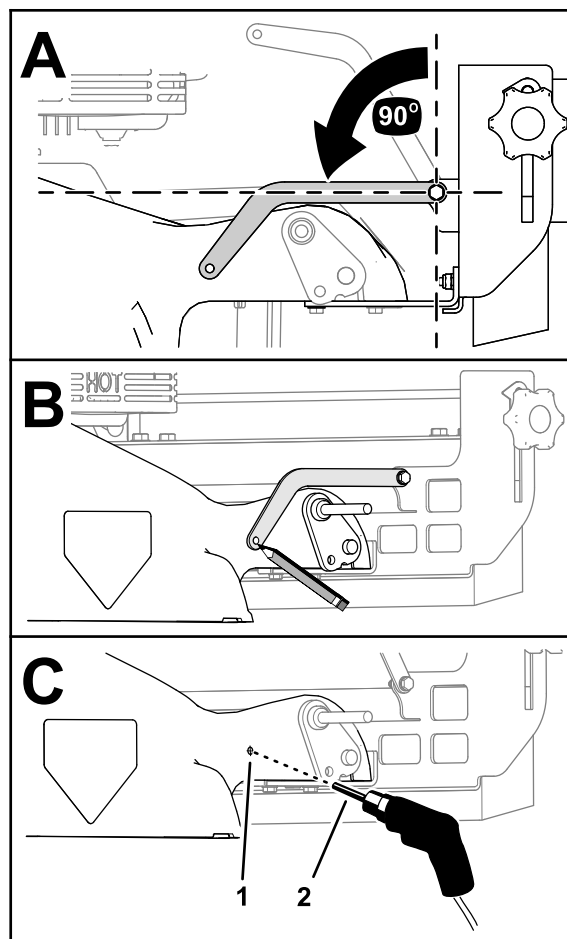

Figura 12
- Sul lato destro del piatto di taglio allineate il braccio della spazzola a un'angolazione di 90° rispetto al supporto della spazzola (Figura 12).
- Contrassegnate la posizione del foro del braccio della spazzola sul piatto (Figura 12).
- Praticate un foro in corrispondenza del segno di punzonatura con una punta da trapano (6,5 mm) come illustrato nella Figura 12.